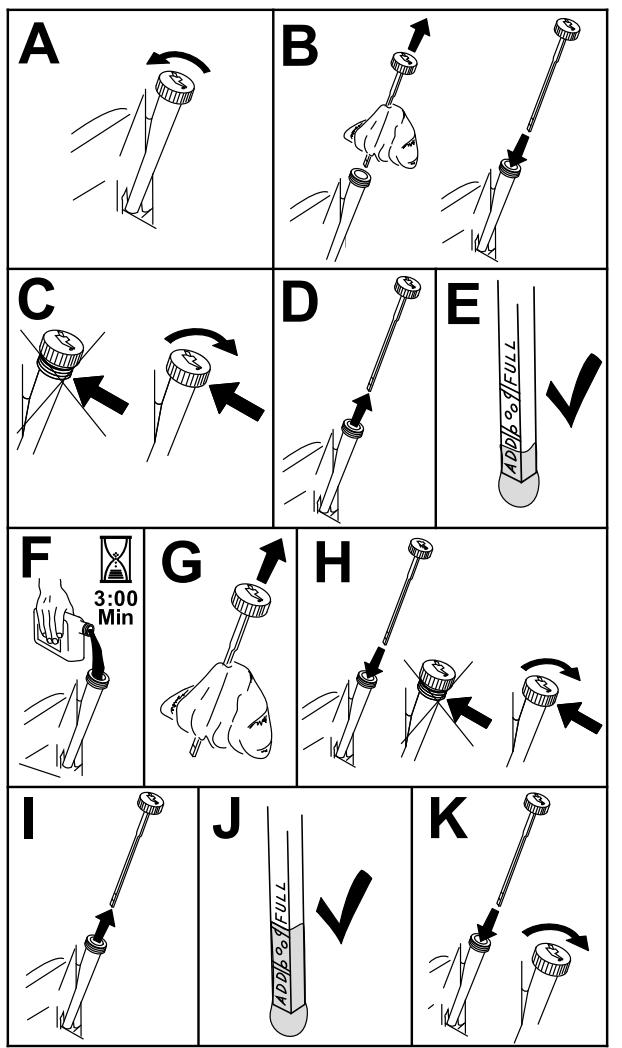

Figure 49
- Pour éviter de faire tomber de l'herbe, de la poussière, etc., dans le moteur, nettoyez la surface autour du bouchon de remplissage-jauge d'huile, avant de l'enlever (Figure 49).